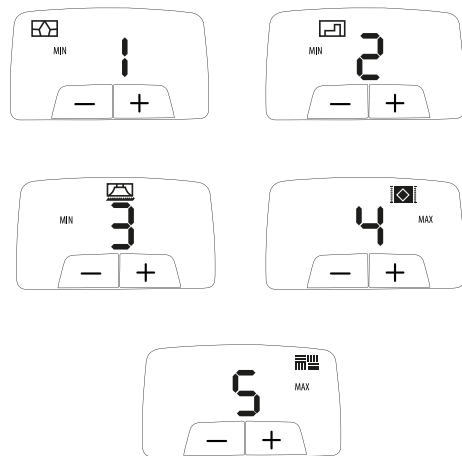
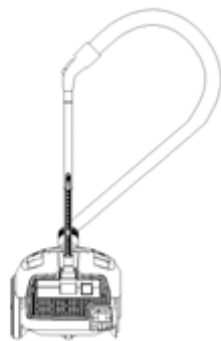

Рис. 1
Рис. 3
- Vor dem Wegnehmen des Staubsaugers zur langen Aufbewahrung reinigen Sie das Staubsaugergehäuse, den Staubbehälter (15), das HEPA-Filter (21) und das Einlassfilter (16).
- Zwecks bequemer Aufbewahrung des Staubsaugers benutzen Sie die Bürstenaufbewahrungsstelle (19) (Abb. 3).
26), а также с входным фильтром (16) и выходным HEPA-фильтром (21).
- Для включения пылесоса нажмите на клавишу включения/выключения (20).
- Во время уборки Вы можете регулировать мощность всасывания с помощью ручного регулятора мощности всасывания (6), расположенного на ручке гибкого шланга (5) и кнопками регулировки мощности всасывания «+/-», при этом на дисплее (17) цифровыми символами «1-2-3-4-5» будет отображаться уровень мощности всасывания, оптимальное соотношение мощности всасывания и тип поверхности для уборки, указывается символами в верхней строчке дисплея (17) (рис. 1).
- По окончании уборки выключите пылесос, нажав на клавишу включения/выключения (20), выньте вилку шнура питания из электрической розетки.
- Для сматывания сетевого шнура нажмите на клавишу (18), во время сматывания шнура питания, придерживайте его.
- Если во время уборки необходимо сделать перерыв, выключите пылесос нажав на клавишу (20), устано-
вите щётку (1) в место «парковки» щётки (19) (рис. 3).